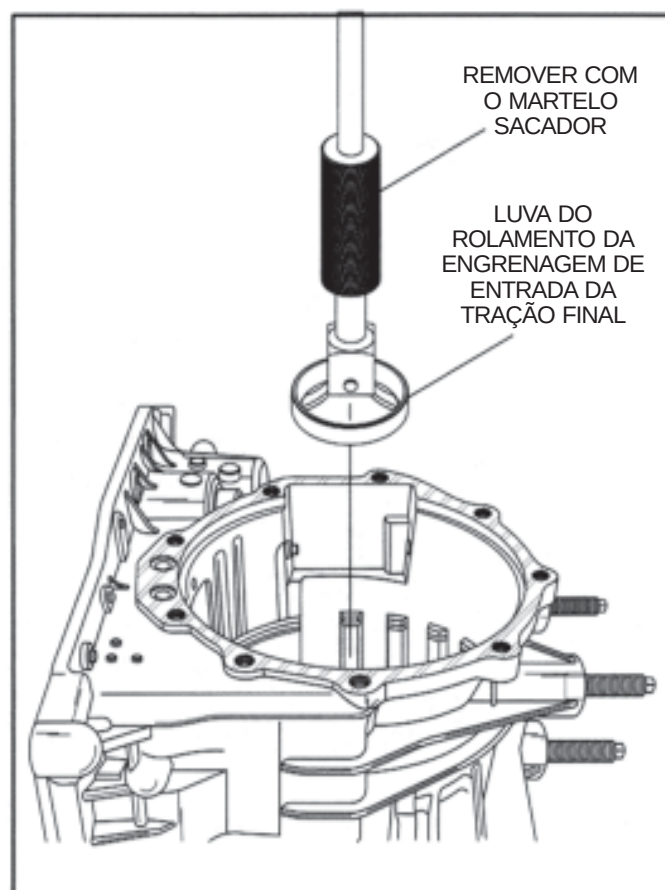

Figura 121
22. Gire a carcaça da transmissão 180°, conforme ilustrado na Figura 121.
23. Remova a luva do rolamento da engrenagem de entrada da tração final traseira utilizando um martelo sacador, conforme ilustrado na Figura 121.